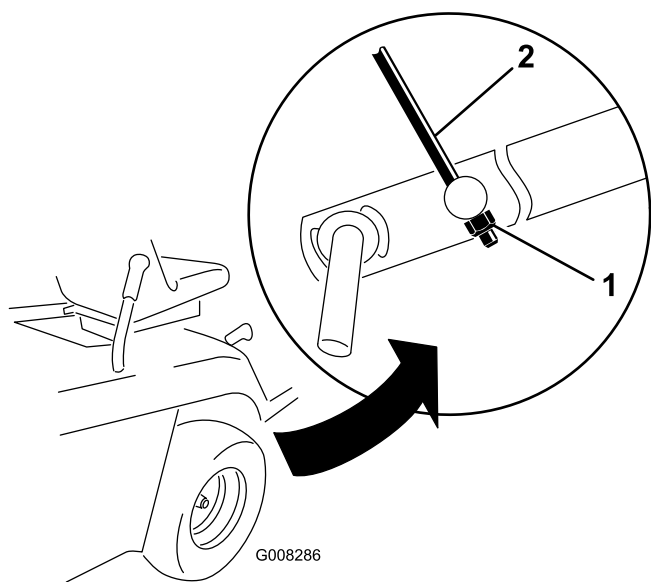

Figura 43
9. Ajuste la contratuerca M8, en el extremo de la varilla de ajuste de altura de corte, hasta que la varilla esté ligeramente tensada (Figura 43).